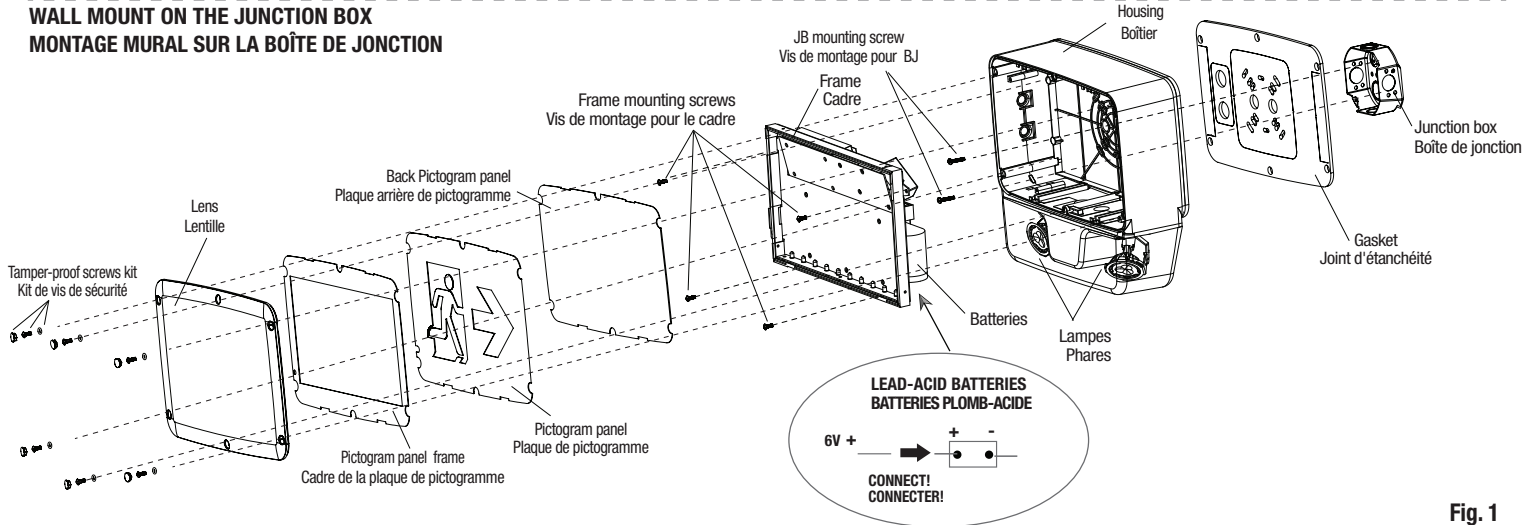
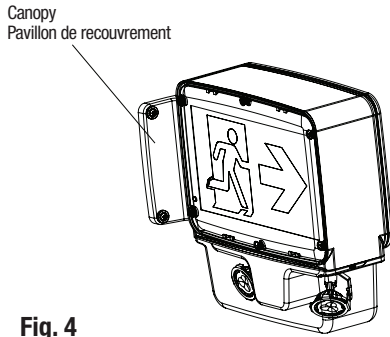

Fig. 1
Fig. 4
3. Remove the lens, pictogram panels assembly (three pieces) and interior housing frame (unscrew the four frame mounting screws, using a screwdriver PH2X) (Fig. 1).
4. a For wall mount installation only (Fig.1), drill the appropriate holes following the designated drill pattern in the back housing. Paste properly the gasket on the back of the unit and route the proper wire through the central hole.
4.b For Ceiling (Fig. 2) or End Mount (Fig. 4) installation only, drill the appropriate hole following the designated drill pattern on the top or side of the housing. Align the gasket with the hole and paste it properly on the housing. Attach the housing with the canopy using the nipple assembly and lock nut(s). Align and paste the second gasket on the spider plate. Route the proper wire through the housing, canopy and spider plate holes.
6. For Wall (Fig.1), Ceiling (Fig.2) and End mount (Fig.4) installation only use the two screws to mount the back housing or the spider plate to the surface over the recessed junction box. Tighten the screws enough to compress the gasket to ensure a good sealed joint. (use screwdriver PH2X)
7. a For Ceiling (Fig. 2) and End mount (Fig.4) installation only, attach the canopy with the spider plate using the four tamperproof screws and four o-rings (use the tamperproof bit CR-VT15 provided in the hardware bag). Tighten the lock nuts and the screws enough to compress the gasket to ensure a good sealed joint.
3. Enlever la lentille, l'assemblage des panneaux de pictogramme (trois pièces) et le cadre intérieur du boîtier (dévisser les quatre vis de montage en utilisant le tournevis PHx2) (Fig. 1).
4. a. Pour installation murale seulement (Fig. 1), percer les trous appropriés en suivant le modèle de perçage désigné dans le boîtier arrière. Coller correctement le joint d'étanchéité sur le côté arrière de l'unité et passer les fils électriques par l'orifice central.
4.b Pour l'installation au plafond (Fig. 2) ou l'extrémité (Fig. 4) seulement, percer le trou approprié en suivant le modèle de perçage désigné sur le côté supérieur ou latéral du boîtier. Aligner le joint d'étanchéité avec le trou et coller-le de façon appropriée sur le boîtier. Fixer le boîtier avec le pavillon de recouvrement en utilisant l'assemblage du raccord et les contre-écrous. Aligner et coller le deuxième joint d'étanchéité sur la plaque perforée. Passer les fils électriques par l'orifice du boîtier, du pavillon de recouvrement et de la plaque perforée.
6. Pour installation murale (Fig. 1), au plafond (Fig. 2) ou l'extrémité (Fig. 4) seulement, utiliser les deux vis (utiliser le tournevis PHx2) pour faire le montage du boîtier ou de la plaque perforée sur la boîte de jonction encastrée. Serrer les vis suffisamment pour comprimer le joint d'étanchéité pour assurer un joint scellé.
7. a Pour installation au plafond (Fig. 2) ou l'extrémité seulement (Fig. 4), fixer le pavillon de recouvrement ensemble avec la plaque perforée en utilisant les quatre vis de sécurité et les quatre anneaux d'étanchéité (utiliser l'embout TORX CR-VT15 fourni dans le sachet de pièces). Serrer les vis suffisamment pour comprimer le joint d'étanchéité pour assurer un joint scellé.
- For the batterie lead-Acid connect the cable between the circuit board board and the not connected electrical pole ("+" red color) of the battery (see Fig. 1 detail).